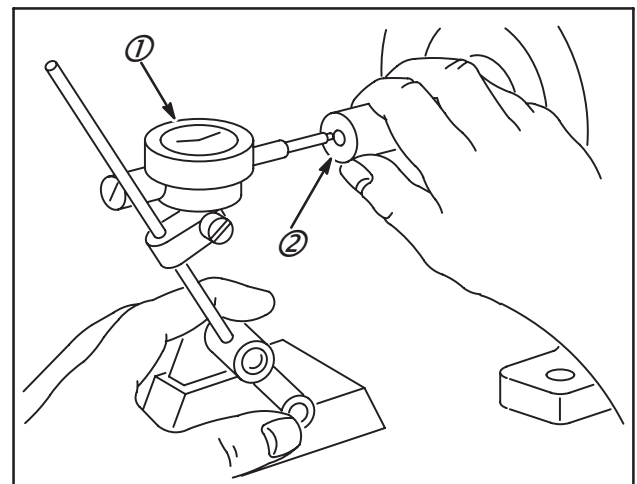

Fig. 46
1. Placer le toucheau d'un comparateur (1) à l'extrémité de l'arbre (2), Fig. 46.